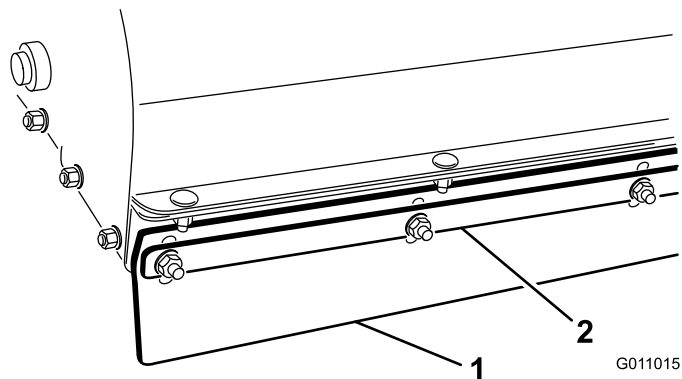

Figura 20
- Afloje las tuercas que fijan la pletina metálica y el faldón delantero al alojamiento del cepillo (Figura 20).